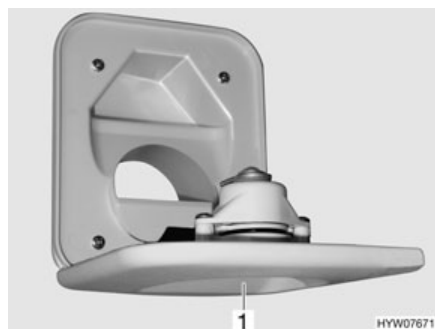

Fig. 254 Bec de remplissage d'eau fraîche pour les toilettes
- Ouvrir le bec de remplissage d'eau fraîche pour les toilettes (Fig. 254,1) au-dessus du portillon pour le réservoir pour matières fécales et le faire pivoter vers le bas.